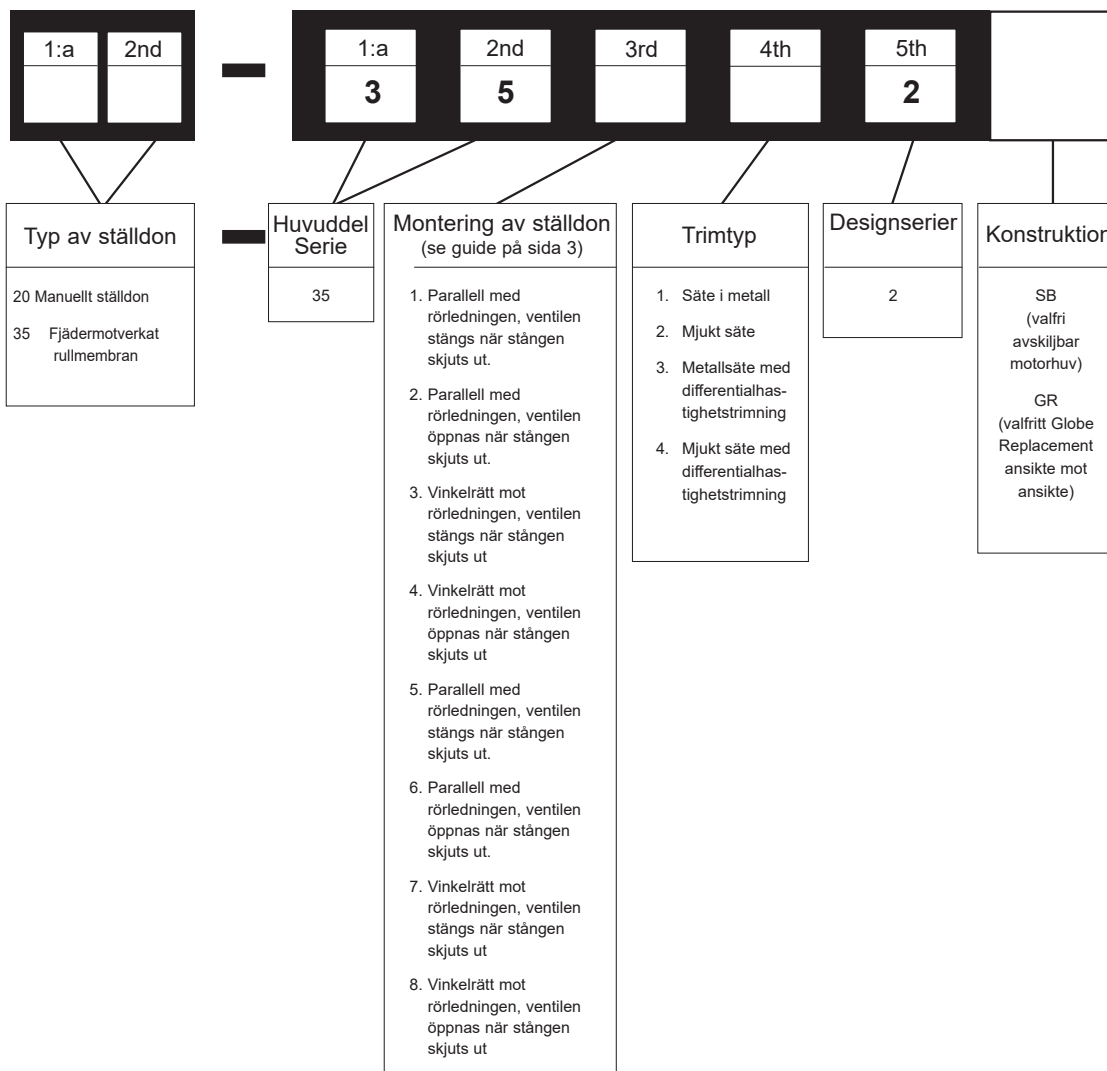

Bild 1
Dessa monterings- och underhållsinstruktioner avser storlek 1" t.o.m. 12" (DN storlek 25 t.o.m. 300), alla tillgängliga klassningar och pneumatiska ställdon. Modellnummer, storlek och klassning för ventilen anges på serienummerskylten. Se bild 1 för att identifiera ventilmodellen.
- Kontrollera att modellnumret på serieskylten (56) mot numreringsystemet på bild 1 för att bestämma ventilens läge.